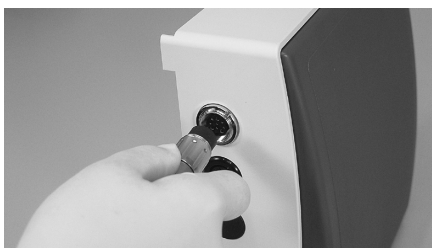

Fig.3
⑬ Presa del motore e avvitare la ghiera fino in fondo. (Fig. 3)